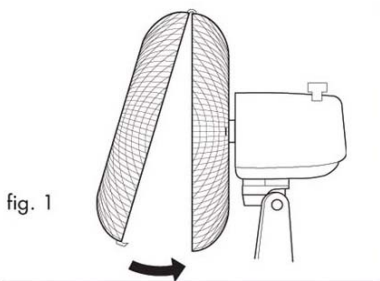
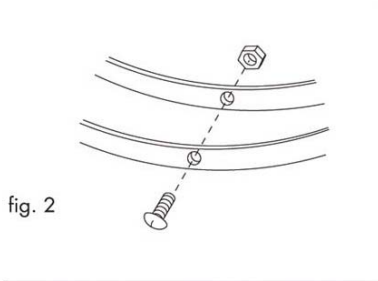
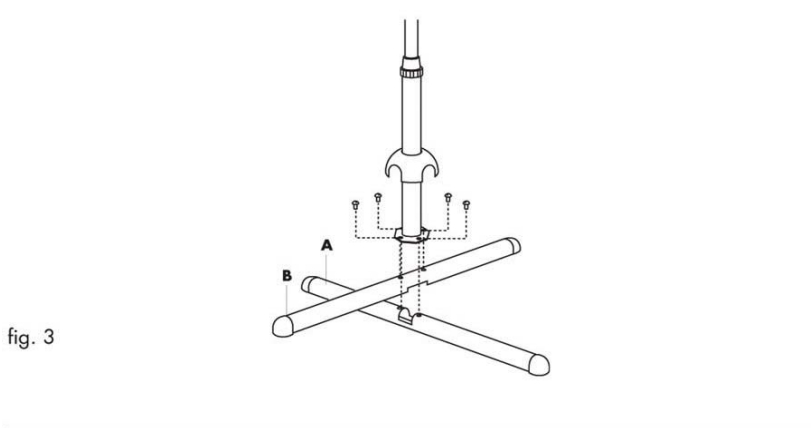

fig. 1
fig. 2
fig. 3
- ⇒ Luați cele 2 picioare de metal ale bazei (18). Veți observa că una dintre ele are o tăietură în formă dreptunghiulară pe partea interioară iar cealaltă o tăietură pe partea superioară. Luați piciorul cu tăietura pe partea interioară și așezați-l peste piciorul cu tăietura pe partea superioară, potrivit secțiunile lipsă una peste alta. Apăsați astfel încât cele 2 piese să se îmbine perfect (fig. 3).
- ⇒ Puneți tubul bază (16) peste picioarele îmbinate (18) astfel încât găurile pentru șuruburi să se potrivească (fig. 3). Strângeți șuruburile pentru a obține o bază fermă.
- ⇒ Așezați în poziție capacul bazei (17), care acoperă șuruburile.
- ⇒ Reglați înălțimea dorită pentru tubul telescopic (14) – acest lucru permite reglarea înălțimii ventilatorului.
- ⇒ Deșurubați piulița grilajului (5). Fixați grilajul spate (6) pe ansamblul motor, fiți atenți ca găurile să se potrivească, mânerul (7) să fie sus și grilajul să fie bine fixat. Înșurubați piulița (5), asigurându-vă că grilajul este bine fixat.
- ⇒ Introduceți elicea (4) pe axul motorului (8) și apăsați până când elicea se oprește. Fixați cu ajutorul piuliței (3), înșurubând în sens invers acelor de ceasornic până când elicea este perfect strânsă pe axul motorului. Verificați elicea, învârtind cu mâna. Elicea ar trebui să se învârtă ușor, fără frânări evidente și fără sunete de frecare.
- ⇒ Montați grilajul frontal (1) fixându-l pe grilajul spate (6) (fig. 1).
- ⇒ Deschideți complet clemele de pe circumferința grilajului frontal (24), apoi potriviți grilajul frontal (1) peste grilajul spate (6) și fixați clema fixă din partea superioară a grilajului frontal peste grilajul spate (fig. 1). Presați clemele înspre interior peste ansamblul grilajului. În final fixați întregul ansamblu grilaj cu ajutorul șurubului și piuliței livrate (vezi fig. 2).